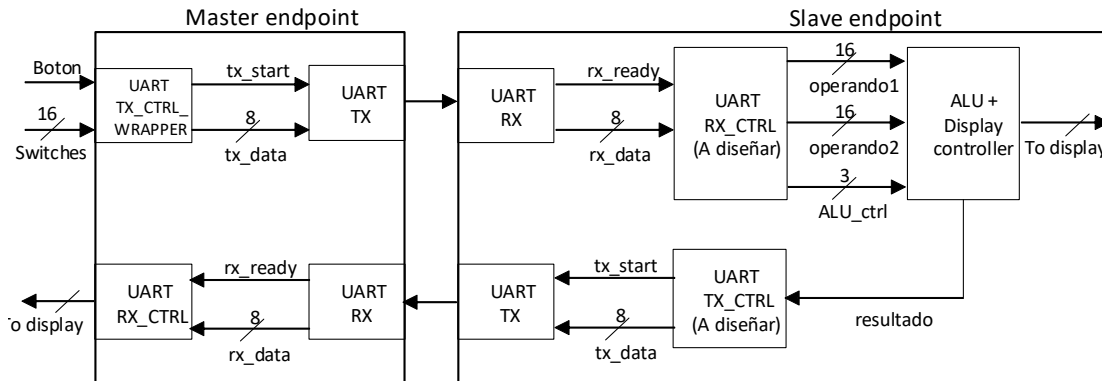

Figura 2: Diagrama interno de lógica de comunicación para nodos maestro y esclavo.
La Figura 2 presenta un diagrama más detallado de una implementación de la configuración master/slave de la calculadora. El diagrama representa el caso de que que ambos endpoints estén implementados en FPGAs, mostrando algunos de los módulos principales asociados a la comunicación.
El desafío para esta sesión está enfocado en la implementación del SE propuesto en la Figura 2, el cual recibe datos desde el ME y envía un resultado de vuelta al ME. Se asume que para realizar una operación se ha definido una secuencia de comunicación de acuerdo a la configuración polaca inversa, en la que el ME envía el primer operando de 16 bits, luego el segundo operando de 16 bits, y finalmente la operación a realizar en un solo byte. Al recibir la operación, el SE realiza el cálculo y envía un resultado de vuelta al ME, volviendo automáticamente al estado inicial y quedando a la espera de otra operación. Por simplicidad, se asume que el ME siempre envía los datos en la secuencia correcta y el medio de comunicación no tiene ruido. En la práctica, la implementación de un canal de comunicación robusto requiere establecer ciertos acuerdos para verificar que el receptor está disponible para recibir los datos y que estos llegaron sin errores, pero eso es tema de cursos superiores y se omitirá por ahora por simplicidad.
- **Código fuente para descripción de ME.** La carpeta `UART_ME_reference` contiene los códigos para el ME de acuerdo al esquema de la Figura 2. Debe estudiar y entender en detalle este diseño para responder las preguntas del trabajo previo, y además le servirá de base para que desarrolle el SE que será evaluado durante la sesión de laboratorio. El diseño implementa un ME que se conecta a la interfaz UART incorporada por el conector USB (la tarjeta de desarrollo incorpora un chip FTDI que permite convertir las señales recibidas por USB a al protocolo UART). Además, también se pueden utilizar para este propósito los conectores PMOD (En este caso se propone usar el conector JD. Revise el datasheet y el constraint file entregado en el proyecto. Si implementa el diseño provisto y lo carga en su tarjeta, puede implementar la comunicación por medio de los switches y el BTNC de la tarjeta, y utilizar una aplicación de terminal ⁷ o un analizador lógico para verificar y depurar la comunicación. Mas detalles sobre esto se entregarán en la sesión guiada correspondiente.
- (A) El módulo `UART_tx_control_wrapper` del diseño del ME contiene dos sub-módulos: `tx_control` y `tx_sequence`. Cada uno de estos sub-módulos describe una máquina de estados que interactúa con la otra⁹. Dibuje el diagrama de estados asociada a cada módulo, y explique de manera breve y concisa la funcionalidad de cada máquina. El diagrama debe utilizar los nombres de estados y señales usados en el código. Si no se cumple lo anterior la respuesta no se revisará y no obtendrá puntaje.
- (B) Con respecto a lo desarrollado en la pregunta anterior, responda lo siguiente:
- (C) Considerando la configuración de la Figura 2, si los switches del ME están en la posición `SW[15:0] = 0x38FA` cuando se presiona el botón para pasar al estado `TX_ALU_CTRL` del módulo `TX_control`, ¿qué valor se transmite por la UART? Dibuje el diagrama de tiempo de los datos transmitidos usando como unidad de tiempo lo necesario para transmitir un bit.